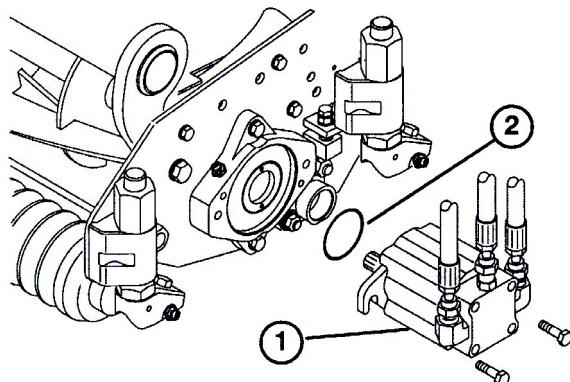

図 10
14. リールモータを各カッティングユニットに装着し、付属のキャップスクリュ2本で固定する(図10)。